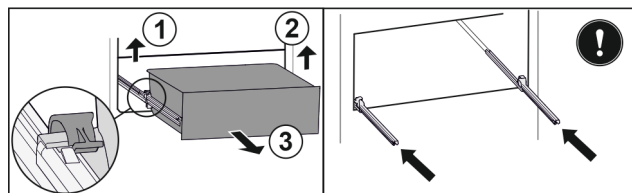

Fig. 80
- ▶ Zvedněte levou svorku a současně vytáhněte zásuvku vlevo dopředu. Fig. 80 (1)
- ▶ Zvedněte pravou svorku a současně vytáhněte zásuvku vpravo dopředu. Fig. 80 (2)
- ▶ Vyjměte zásuvku dopředu. Fig. 80 (3)